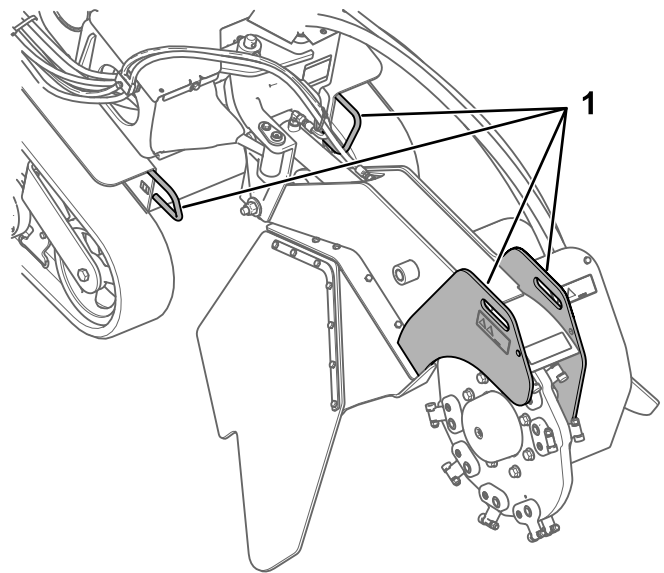
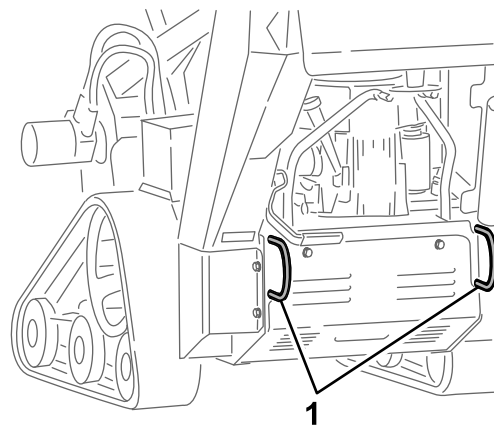

Figura 22
Figura 23
3. Fissate la macchina al rimorchio con catene o cinghie utilizzando gli anelli di attacco/ sollevamento sulla parte anteriore e posteriore della macchina (Figura 22 e Figura 23). Fate riferimento alle ordinanze locali per i requisiti relativi ai rimorchi e ai punti di attacco.
La macchina può essere sollevata utilizzando gli anelli di attacco/ sollevamento come punti di sollevamento (Figura 22 e Figura 23).